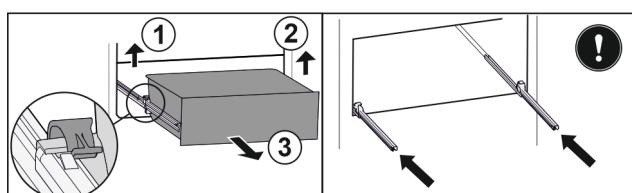

Fig. 96
- Приподнимите левый зажим и одновременно вытяните движением вперед выдвижной ящик слева. Fig. 96 (1)
- Приподнимите правый зажим и одновременно вытяните движением вперед выдвижной ящик справа. Fig. 96 (2)
- Извлеките выдвижной ящик движением вперед. Fig. 96 (3)